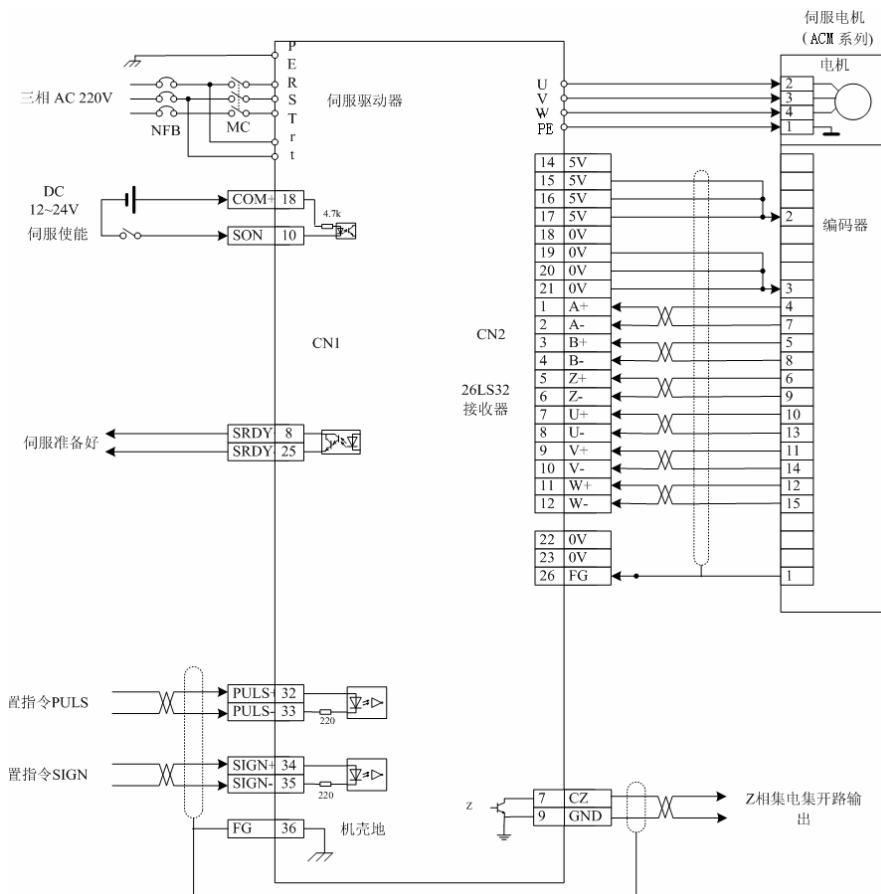

图 7.7 位置控制模式的简单接线图
- 按图 7.7 接线，主电路端子，三相 AC 220V 接 R、S、T 端子。